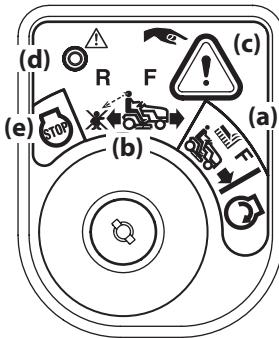

Figura 3-1
- Gire la llave de la posición CORTE NORMAL (F) a la posición MODO DE PRECAUCIÓN EN MARCHA ATRÁS (R) (b) del módulo de encendido. Vea la Figura 3-1.
- Oprima el BOTÓN DE MARCHA ATRÁS (c) en el ángulo superior derecho del módulo de encendido. La luz indicadora roja (d) que está en el ángulo superior izquierdo del módulo de encendido se mantendrá ENCENDIDA mientras este modo esté activado. Vea la Figura 3-1.
- Siempre mire hacia abajo y hacia atrás antes y mientras se desplaza marcha atrás, para verificar que no haya niños cerca. Una vez retomado el movimiento hacia adelante, vuelva la llave a la posición de CORTE NORMAL (F) (a).